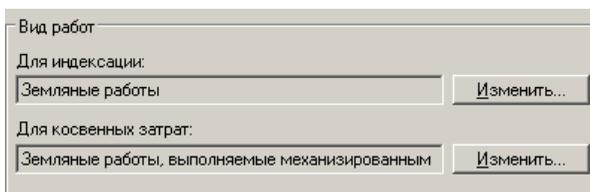

Рис. 4.35 Группа настроек «Вид работ».
- **Привязанный к строке вид работ всегда можно изменить** в диалоговом окне **«Свойства»** раздел **«Строка»/«Расценка»** (**«Материал»**, **«Машина»**, **«Перевозка»**, **«Погрузка/Разгрузка»**) нажав кнопку **«Изменить»** в группе настроек **«Вид работ»** и выбрав в открывшемся диалоговом окне нужное значение (Рис. 4.35).